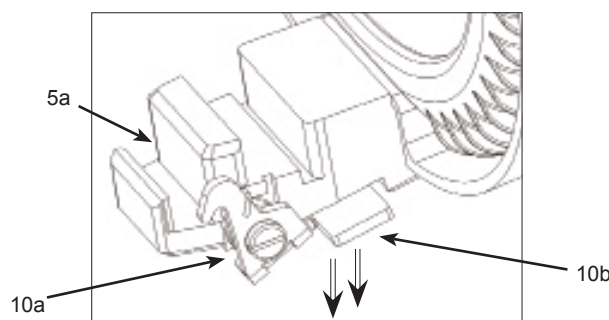

Abb. 6 / figure 6
- Die zweite Torsicherung (10a/Abb.6) wird durch Drücken und gedrückt-Halten der Lasche (10b/Abb.6) entriegelt. Zubehör, wie z.B. Flügeltor, in vorderen Einschub (5a) einsetzen und anschließend zweite Torsicherung wieder loslassen. Zubehör einfach in den entsprechenden Einschub einsetzen.
- The bottom bracket (10a/fig.6) is unlocked by pressing and holding the button-tab (10b/Abb.6). Accessories, e.g. barndoor insert into front position (5a) and then release the catch. Insert accessories into the appropriate slot.